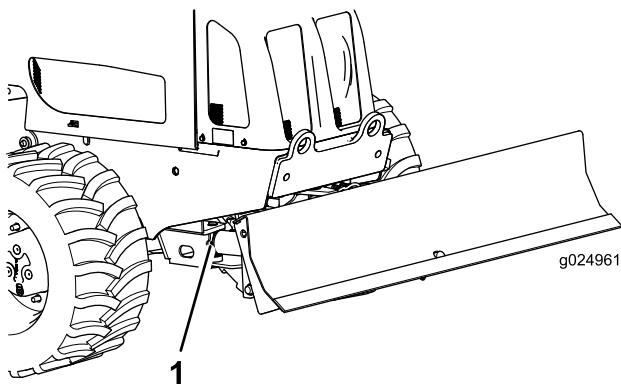

Bild 63
2. Setzen Sie eine Fettpresse auf jeden Planierschildwinkelzylinder und drücken Sie drei Stöße des Fetts auf jeden Schmiernippel ein (Bild 63).